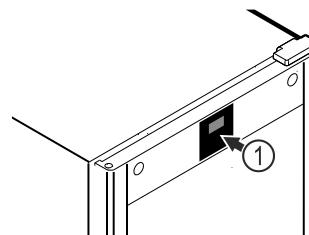

Fig. 51 Príklad zobrazenia
Teplomer je z výroby kalibrovaný (posun o +6 Kelvinov). Ak sa vnútorná teplota líši od indikátora teploty Fig. 51 (1), môžete teplomer kalibrovať.